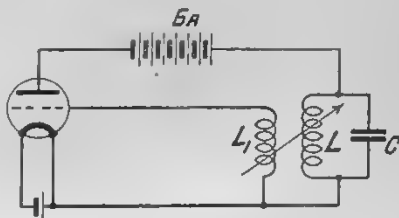

Рис. 2. Схема генератора, возбуждающего замкнутый контур.
В первую очередь мы займемся изучением процессов, происходящих в лампе при колебаниях. Все наши первоначальные рассуждения мы отнесем к основной схеме передатчика, показанной на рис. 1. В противоположность обычной регенеративной схеме, мы видим колебательный контур, включенный в анодную цепь, а катушку обратной связи—в цепи сетки. Так как антенна служит в контуре главным образом в качестве емкости, то мы можем представить эту схему, как показано на рис. 2.
В статьях инж. Шапошников, помещенных в №№ 17—18 и 19—20 за 1926 г. уже говорилось, что устройство, называемое «генератором с самовозбуждением» (рис. 2 или 1), само по себе способно создавать колебания высокой частоты. Для этого электроны, идущие из вилы по анодной (L) и сеточной (L_1) катушкам, должны идти в их витках в обратных направлениях. Частота колебаний такого генератора обусловлена настройкой колебательного контура (т. е. емкостью C и самоиндукцией L). Там же подробно освещался процесс колебаний и приводилась диаграмма, рисующая установившиеся в генераторе колебания токов и напряжений.